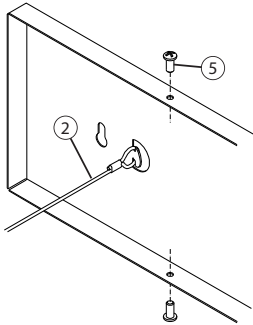

Figure 2
8. Hold the Housing Assembly (4) near the Backplate (1), then hook the ends of the Tether Cables (7) onto the Backplate (1). See Fig. 2
8. Sostenga el conjunto de la carcasa (4) cerca de la placa posterior (1), luego enganche los extremos de los cables de amarre (7) en la placa posterior (1). Consulte la Fig. 2.